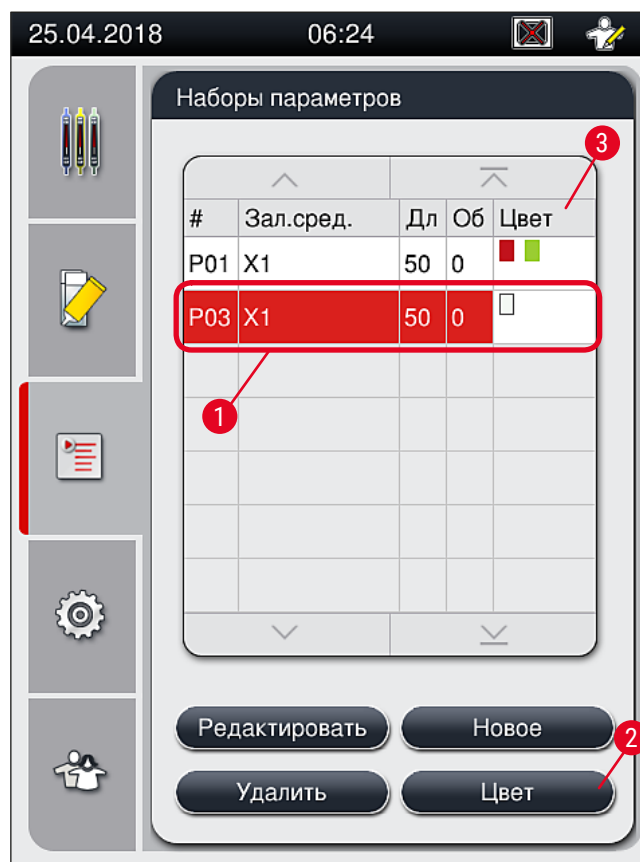

Рис. 44
1. В меню набора параметров (→ Рис. 44) нажмите на соответствующую позицию для выбора набора параметров, для которого необходимо назначить цвет ручки штатива (→ Рис. 44-1).